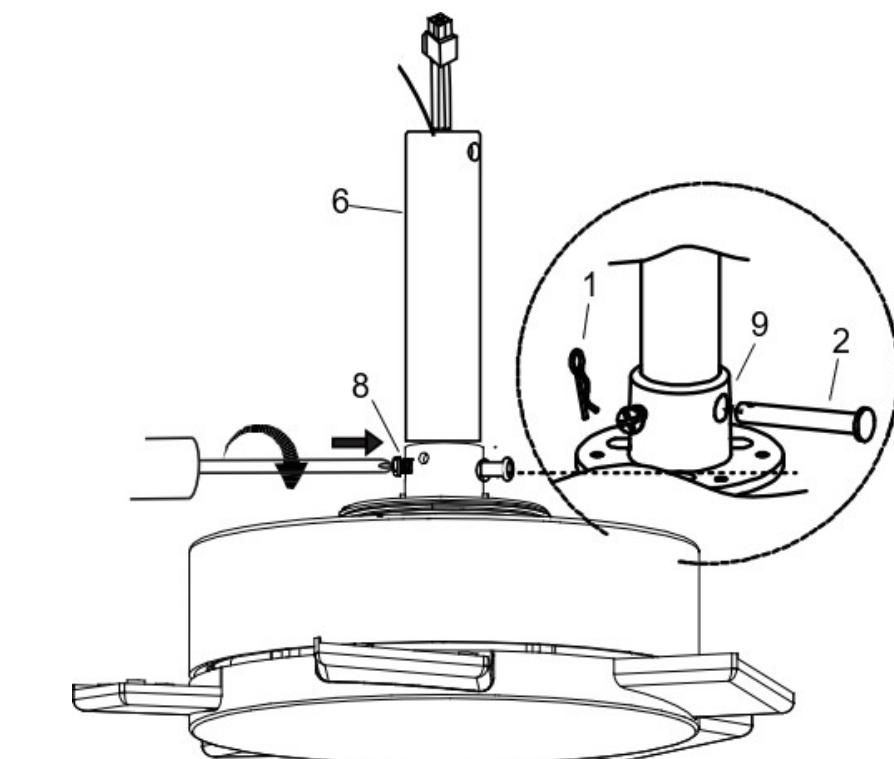

Рис. 4.4
3. Обережно протягніть дроти вентилятора вгору через нижню тягу (6). (рис. 4.4)
4. Встановіть тягу (6) в корпус муфти тяги (9), вставивши і вирівнявши отвори в корпусі муфти тяги з отворами в тязі, вставте зчіпний штифт (2) і зафіксуйте його за допомогою стопорного затискача (1). (Мал. 4.4)
5. Зафіксуйте нижню тягу (6), затягнувши стопорні гвинти (8). (Рис. 4.4)